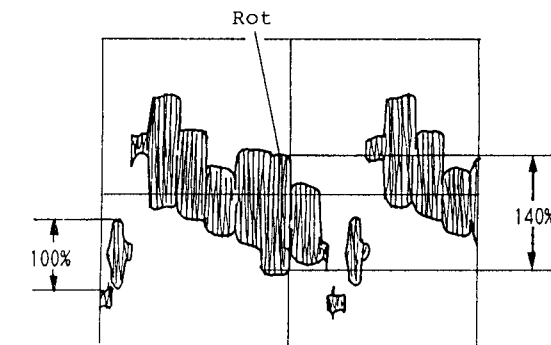

Abb. 4-12
15) Chromapegel (Abb. 4-12, 4-52)
Abgleich mit Hilfe des Oszilloskops (Abb. 4-12)